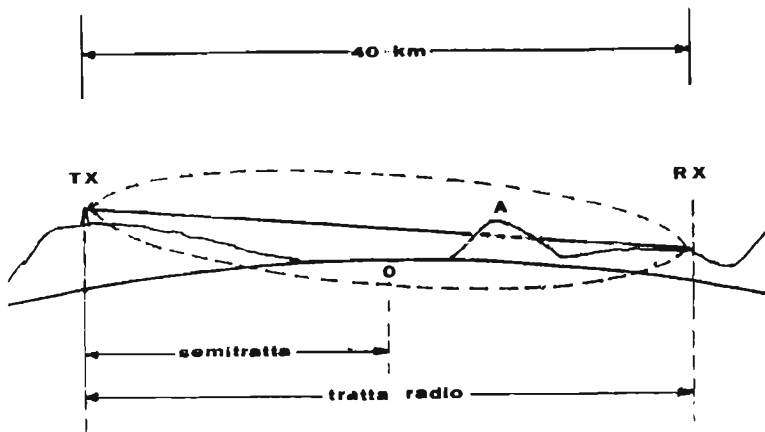

figura 29
Sia pure in condizioni piuttosto al limite della portata si desidererebbe anche servire una cittadina posta a 40 km di distanza con un profilo di tratta corrispondente a quello indicato in figura 29, ricavato per condizioni troposferiche più severe di quelle standard: $K = 1$ anziché 1,33.
- 3) un ulteriore miglioramento si avrebbe in realtà anche quando è $K = 1,33$; si ricordi infatti che la curvatura di cui alla figura 29 è tracciata per $K = 1$ che costituisce condizione piuttosto sfavorevole.